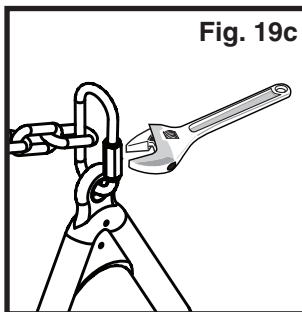

Fig. 19c
3. Tighten **BOTH** Quick Links with a wrench as shown in (Fig. 19c).
3. Ajuste **AMBOS** eslabones rápidos con una llave inglesa como se muestra en la (Fig. 19c).
3. Serrez **LES DEUX** anneaux de fixation rapide à l'aide d'une clé comme illustré à la (Fig. 19c).